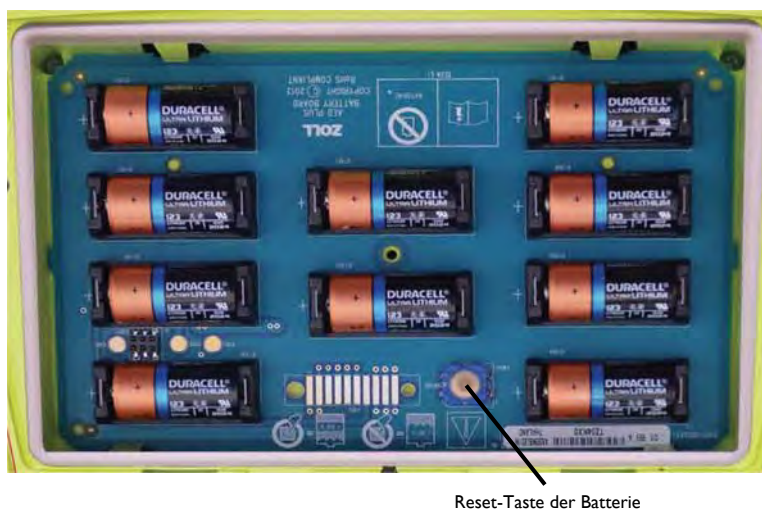

Abbildung 8: Batteriefach
3. Drücken Sie nach dem Einsetzen neuer Batterien die Reset-Taste im Batteriefach, wenn Sie das Gerät dazu auffordert (siehe Abbildung 8). Nach Betätigen der Reset-Taste wird die Verbrauchsanzeige der Batterien auf volle Kapazität eingestellt.